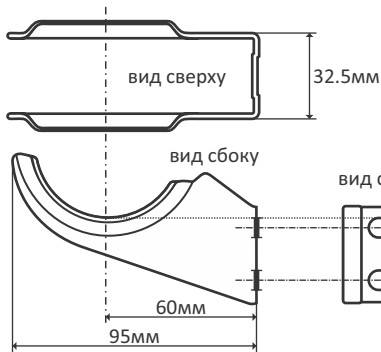

Рисунок 4.1 - Кронштейн 95мм для 2-х трубчатых радиаторов
4.4. Количество рекомендуемых настенных кронштейнов для монтажа к кирпичной или бетонной стене указано в таблице 3. Количество кронштейнов зависит от количества секций. Кронштейны Unilux производятся под радиаторы Unilux и спроектированы таким образом, что верхняя часть верхнего отверстия совпадает с кромкой центра полукруга крюка (см. рисунок 4.1, 4.2, 4.3).